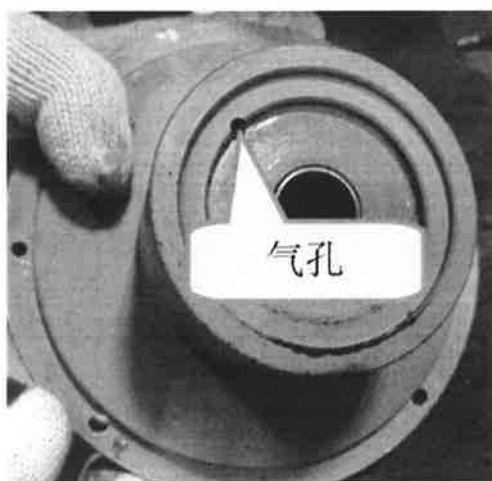

图 6-8
- b. 用 3mm 内六角扳手清理铁心上的气孔，确保气孔畅通，见图 6-8。